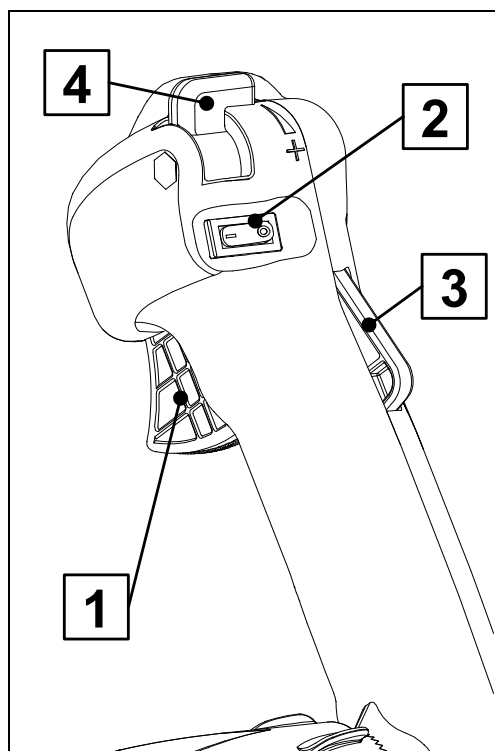

Рис.10. Элементы рукоятки управления
- Убедитесь, что выключатель **2** (рис.10) находится в положении '1' (включен)
- Убедитесь, что выключатель **2** (рис.10) находится в положении **1** (включен)